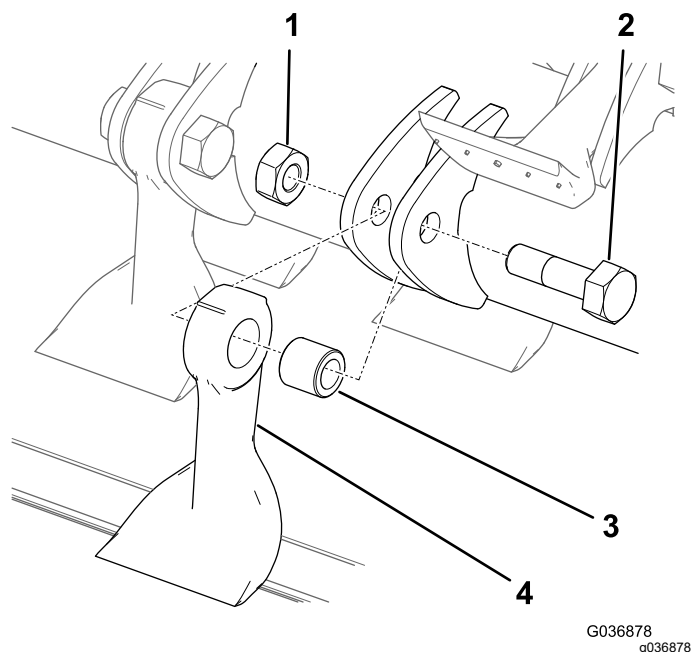

Рисунок 84
- Удерживая нож с помощью ветоши или перчатки на толстой подкладке, отверните гайку, болт, снимите втулку и нож (Рисунок 84).
- Установите новый нож и втулку с помощью новой гайки и болта ножа (Рисунок 84).